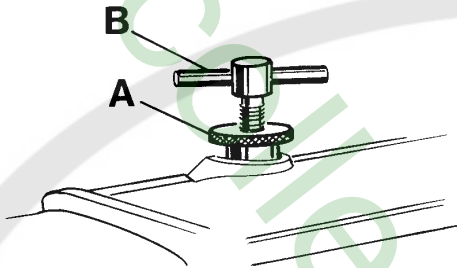

Fig. 21
Rotate handwheel until the lower feed dog is below the throat plate. Loosen knurled nut (A, Fig. 21) and turn out T-screw (B) until it does not exert any pressure on the leaf springs. In this position, the pressure exerted on the presser foot should be so strong that the presser foot bottom rest squarely on the throat plate.
Drehen Sie am Handrad bis der untere Transporteur unter der Stichplatte steht. Lösen Sie die Rändelmutter (A, Fig. 21) und drehen Sie die Knebelschraube (B) soweit heraus, daß sie nicht mehr auf die Blattfedern drückt. In dieser Stellung soll der Druck auf den Drückerrfuß so stark sein, daß die Drückerrfußsohle flach auf der Stichplatte aufliegt.
Now turn in T-screw (B, Fig. 21) until the necessary presser foot pressure for proper feeding is exerted (determine by sewing tests). Secure this setting with the knurled nut (A) which simultaneously fastens the upper arm cover. Remount the face cover and the finger guard.
Nun drehen Sie die Knebelschraube (B, Fig. 21) soweit ein, daß der zum einwandfreien Transport notwendige Druckerfußdruck erzeugt wird (durch Nähversuche ermitteln). Sichern Sie diese Einstellung mit der Rändelmutter (A), mit der gleichzeitig der obere Armdeckel befestigt wird. Montieren Sie den Stirndeckel und den Fingerschutz wieder.